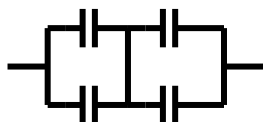

Рис. 2. Схема соединения элементов
6. Известны: λ - интенсивность отказов конденсатора; $\lambda_0, \lambda_3 = \lambda_1$ - интенсивность отказов конденсатора соответственно по обрыву и замыканию (пробою); $\varphi_0 = \lambda_0/(\lambda_0 + \lambda_1)$ - вероятность того, что возникший отказ конденсатора произойдет из-за обрыва; t - время непрерывной работы схемы. Предполагается, что последствие отказов отсутствует. Найти вероятность безотказной работы схем соединения конденсаторов, показанных на рис. 2.